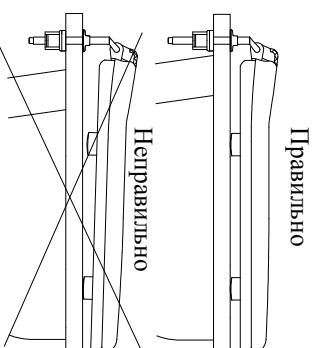

Рис. 2. Установка сиденья на унитаз
- ВНИМАНИЕ!** Сиденье должно опираться на все опоры, а не на одну либо две опоры и две проушины (рис. 2). Прорезиненный слой исключительного для фиксации сиденья с крышкой относительно унитаза. Необходимое это условия при эксплуатации сиденья может повлечь образование трещин в области проушин.